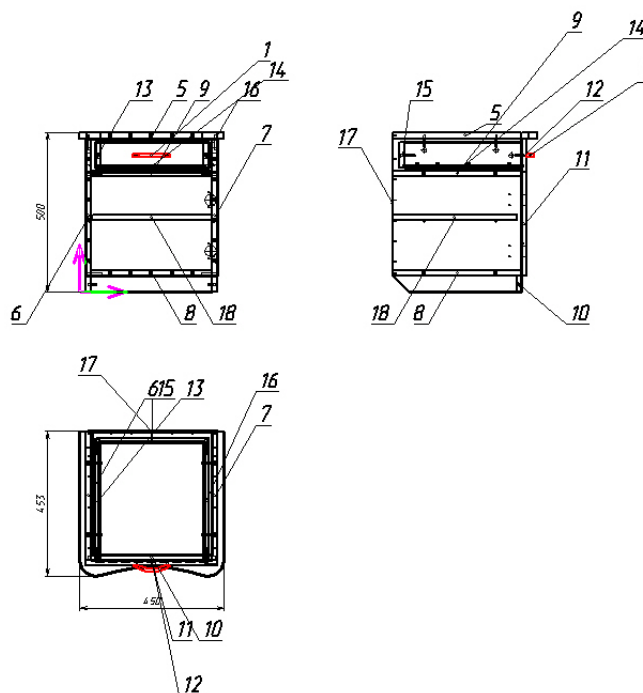

Рис. 3.26 Сборочный чертеж тумбы, создаваемый в автоматическом режиме
4. На сборочном чертеже изделия показаны все три его проекции: фронтальная, горизонтальная и боковая (левая) (рис. 3.26).